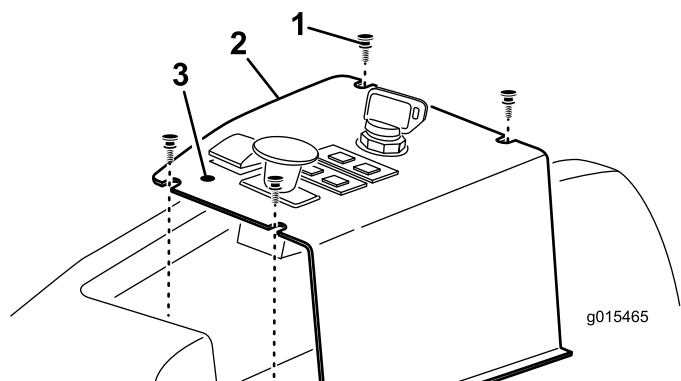

Figure 12
1. Localisez et percez avec précaution l'autocollant du panneau de commande, devant l'interrupteur de relevage, pour exposer le trou de montage du levier de verrouillage du relevage (Figure 12).
2. Retirez les (4) vis qui fixent le panneau de commande à la machine (Figure 12).